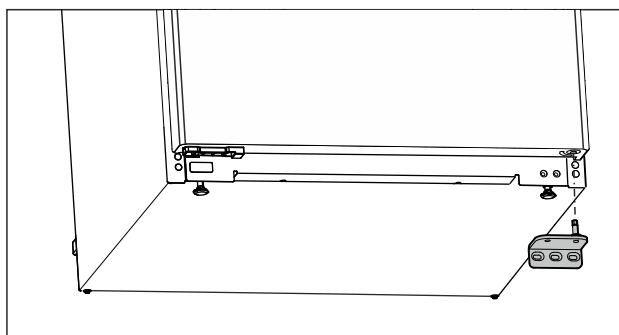

Fig. 15
- Fjern lagerbukken nedover. (se Fig. 15)